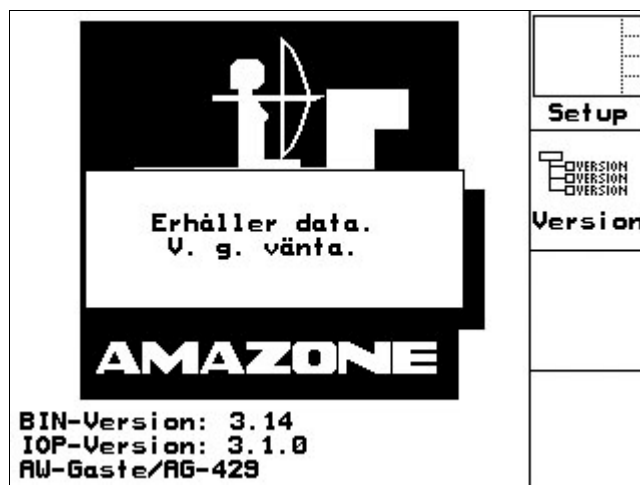

Fig. 62
-  Display-inställningar (Fig. 62):